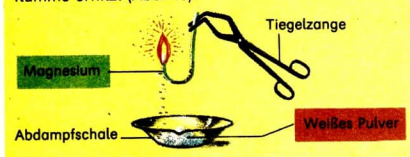

Abb. 16
**Vorsicht!** Ein Span Magnesium wird in der Brennerflamme erhitzt (Abb. 16).